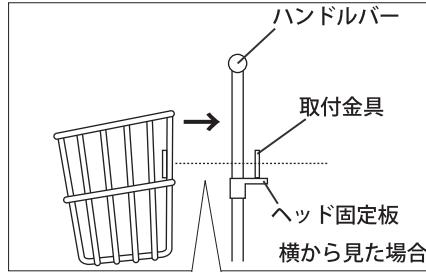

図2
- ②バスケットをホークの前にあてがいホークの裏に取り付け金具の凹みをはめ、ワッシャー、ナットで仮止めする。(図2)
- ③「三輪車・舵取り棒付き」へ組み付ける場合は、取付金具とヘッド固定板を必ず密着させ、隙間をあけないようにして、ナットを10mmスパナで本締めする。
- ④保護キャップはナット締め付け後、必ずお付けください。